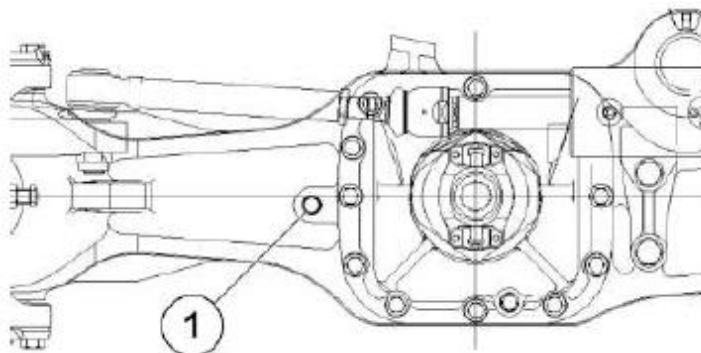

Рисунок 5.38 Отверстие для заливки масла
- ▶ Установите пробку 1 и затяните её см. рис. 5.38.